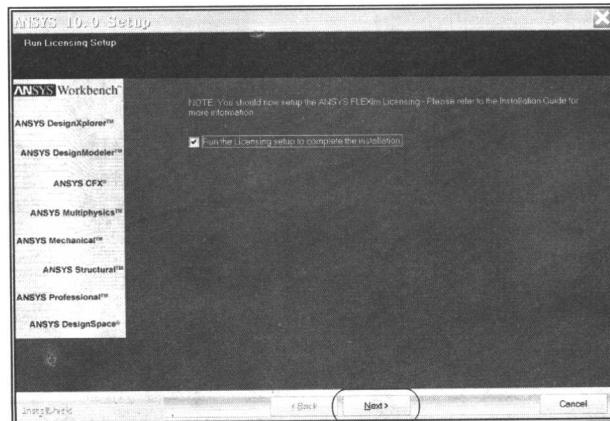

图 1-9 ANSYS 许可设置
- ⑨ 出现 ANSYS 许可设置界面如图 1-9 所示，单击 Next 按钮进行下一步安装。